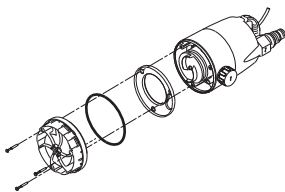

Рис. 13 Снятие нижней части
3. Снимите нижнюю часть. См. рис. 13.